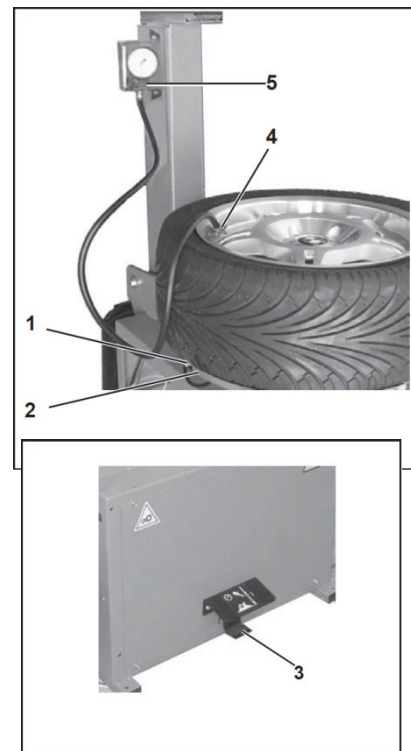

Рис. 22
- 5) Нажмите на педель накачки 3 до второй позиции (Рис. 22 и Рис. 24).